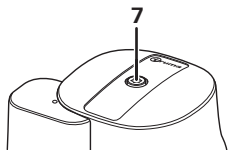
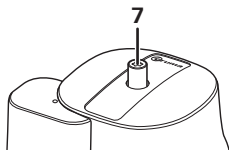

Bild 2a
Bild 2b
Der Crashsensor verfügt über einen Resetknopf (7), dessen Stellung Auskunft über seinen Status gibt: Stellung „betriebsbereit“ (Bild 2a) oder Stellung „nicht betriebsbereit“ (Bild 2b).
Zum Zurücksetzen den gelben Resetknopf (7) kräftig drücken, leicht im Uhrzeigersinn drehen und 5 Sekunden lang halten und sicherstellen, dass er in der Stellung „betriebsbereit“ (Bild 2a) bleibt.
- Das Auslöseelement des Crashsensors (9) so weit hineindrücken, dass der gelbe Resetknopf (7) herauspringt, so dass der Crashsensor in Stellung „nicht betriebsbereit“ (Bild 2b) ist.
- Schraubkappe (10) des Prüfanschlusses abschrauben und Prüfpumpe mit Prüfschlauch an den Prüfanschluss anschließen.
- Den gelben Resetknopf (7) drücken, leicht im Uhrzeigersinn drehen und 5 Sekunden halten und sicherstellen, dass er in der Stellung „betriebsbereit“ bleibt (siehe Bild 2a).
- Die Schraubkappe (10) nach jedem Entfernen unbedingt wieder anbringen.